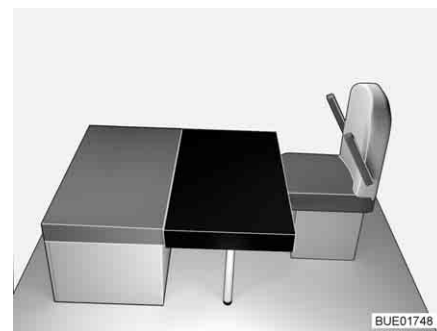

Fig. 137 Después de la transformación
- Colocar el cojín adicional cuadrangular en la mesa (delante del cojín del asiento del banco, véase Fig. 137). En esto, el recorte en el cojín adicional se encuentra en la pared de apoyo delantera.